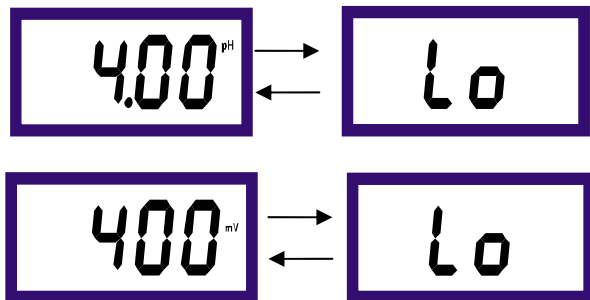

图 7-10
1、 仪表在测量状态时按 REL 键,仪表的低点控制数值将跳闪,显示如图 7-10 所示: